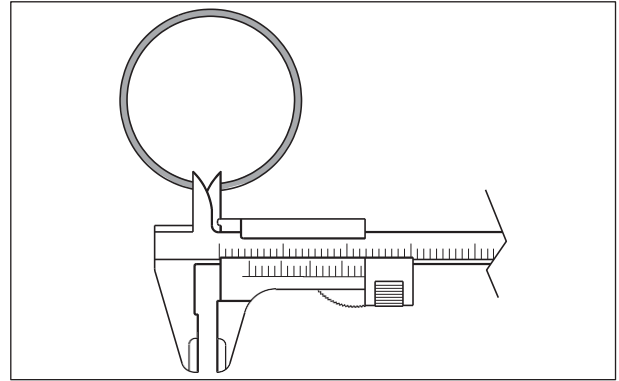

Fig. 3.97
- Ahora, mida el espacio entre los extremos de los anillos en condición libre con un calibrador de Vernier. (Fig. 3.97)